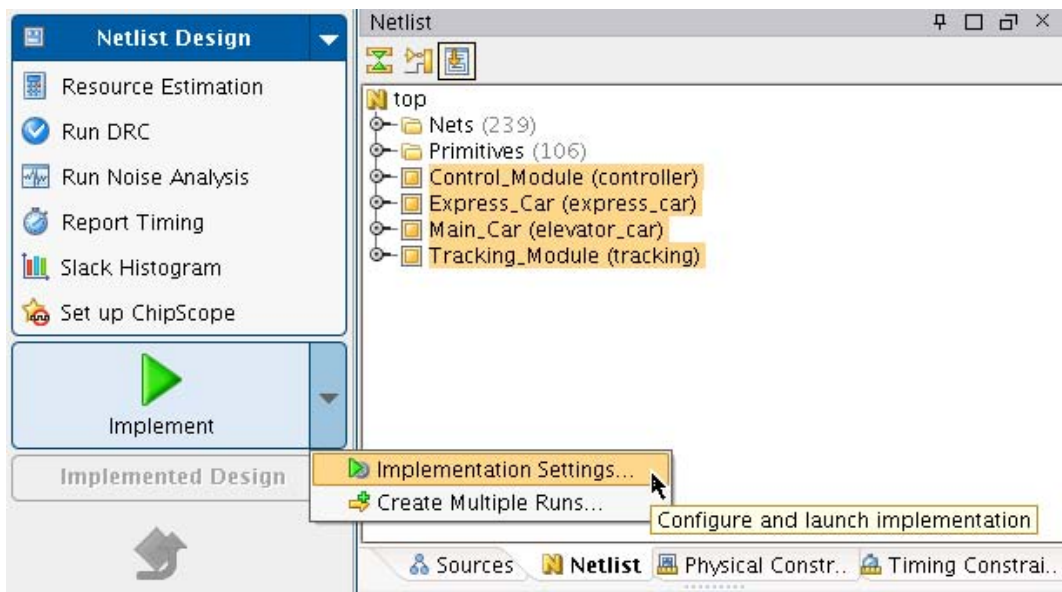

図 11 : インプリメンテーション設定
5. [Implement] ボタンの右側の矢印をクリックし、[Implementation Settings] をクリックします (図 11)。